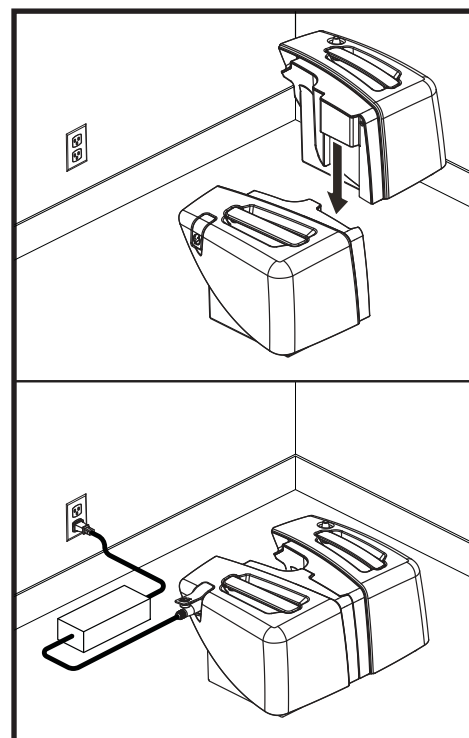

Figure 18. Battery Box Charging (Models 66 and 67)
**NOTE:** Avec les modèles 66 et 67, les deux boîtes de batterie peuvent être retirés de la scooter et ensuite attachés ensemble pour une recharge facile. Voir la figure 18.